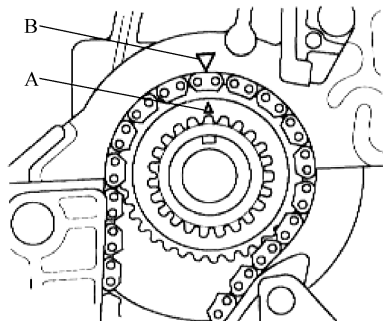

图 2-35 曲轴 TDC 标记对准指针
1) 将曲轴置于上止点 (TDC)。将曲轴链轮上的 TDC 标记 (A) 与气缸体上的指针 (B) 对准, 见图 2-35。